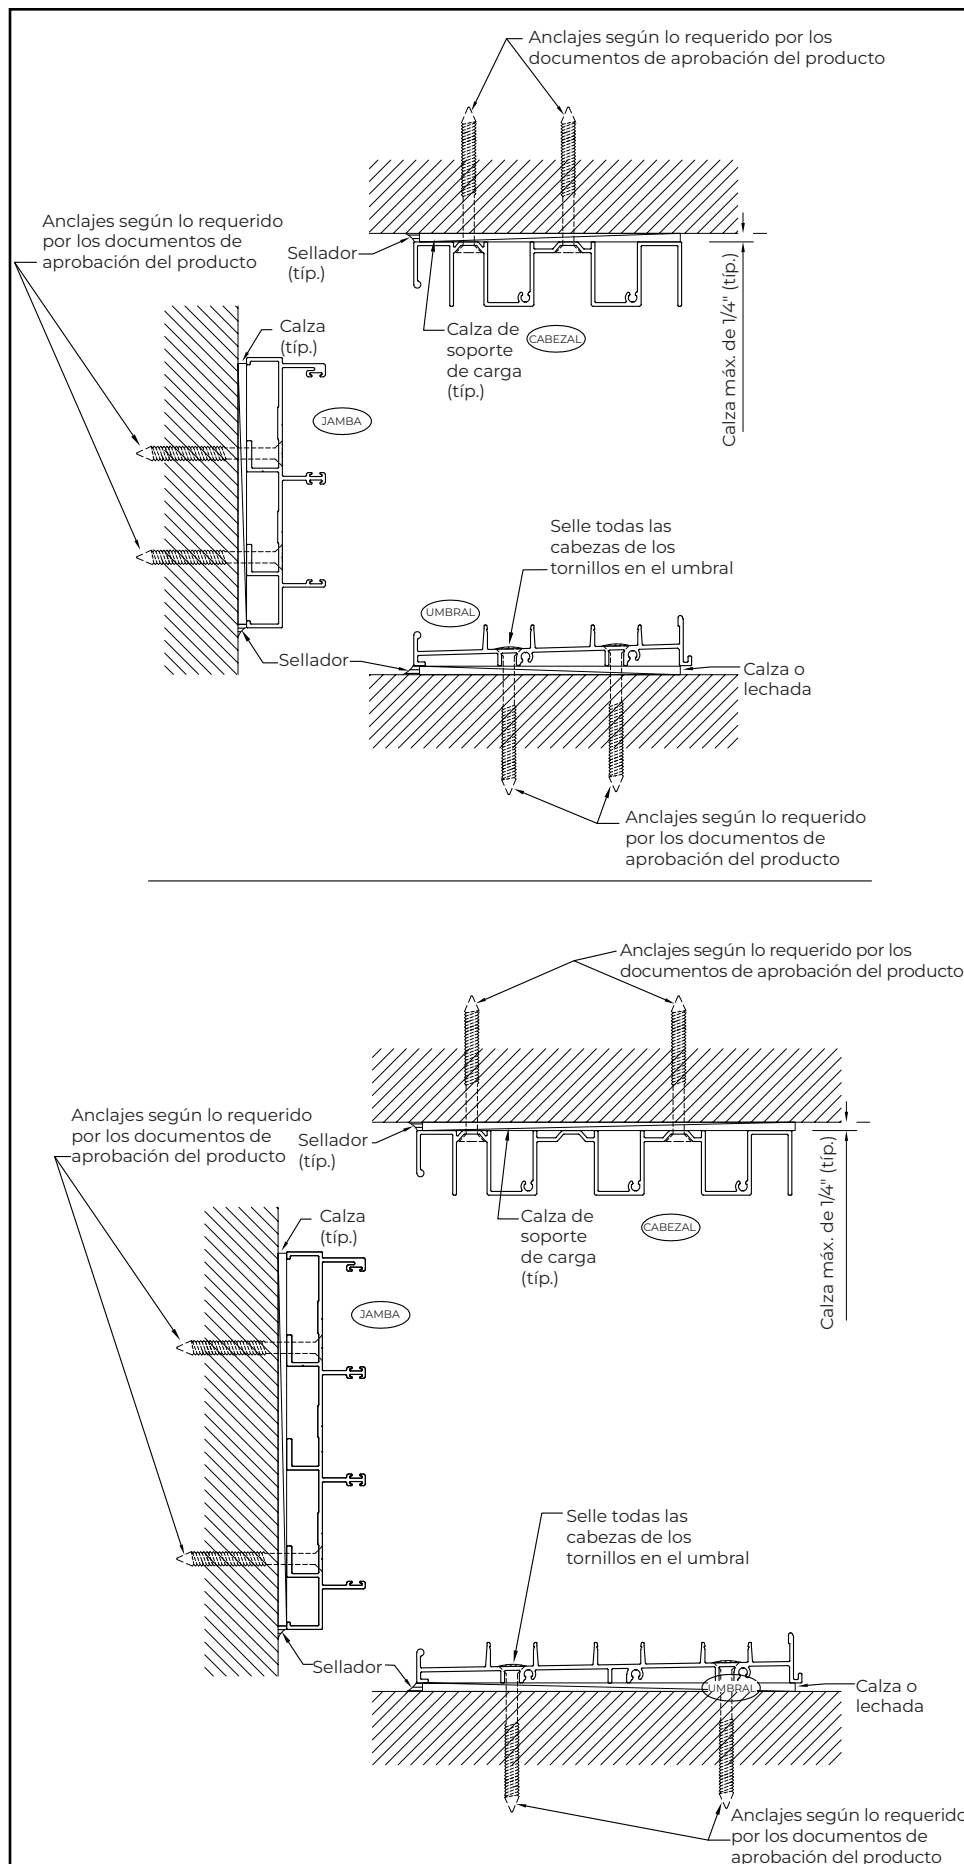

FIGURA 4
- Los detalles típicos de instalación para marcos de 2 y 3 rieles se muestran en la **figura 4**.